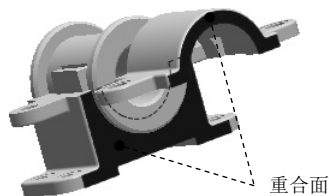

图 7.11.15 选取重合面 (二)
④ 添加“重合”配合。操作方法参照上一步，重合面如图 7.11.15 所示。
⑤ 单击“配合”对话框的  按钮，完成零件的定位。